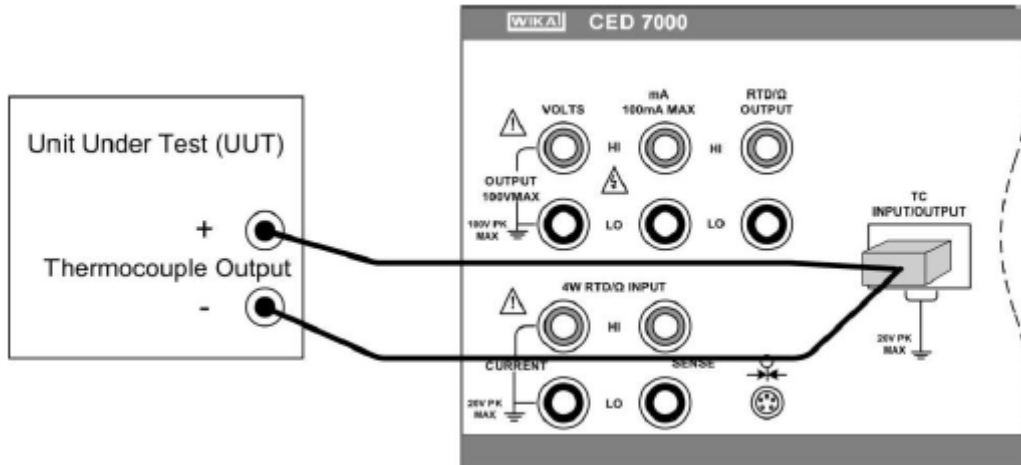

图 15 - 热电偶输出连接
- e) 使用标准 T/C 微型插头将待测试设备连接到 CED 7000 的热电偶端子，如图 15 所示。其中一个针脚比另一个针脚更宽；请勿尝试以错误极性强行插入插头。用于连接的 T/C 导线必须与为正确冷端温度补偿而选定的热电偶类型匹配。如果 CED 7000 和 T/C 微型插头处于不同温度，请等待至少 3 分钟，以便微型插头和端子稳定到相同温度。